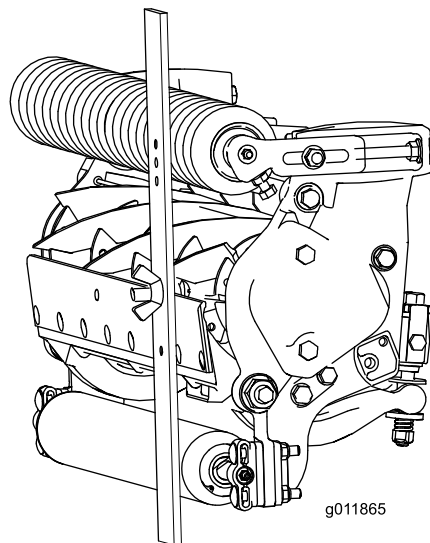

图 18
3. 将螺丝头钩在底刀的刀刃上并将调刀尺的后端放到后滚筒上图 18。
4. 旋转调节螺丝直到前滚筒接触到调刀尺图 18。调整滚筒的两端直到整个滚筒与底刀平行。